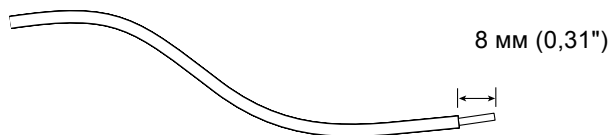

РИС. 3-2 Зачистка проводников
5. Зачистите на 8 мм изоляцию каждого из проводников от источника питания (см. РИС. 3-2).